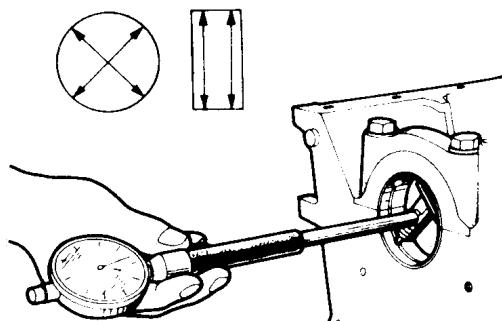
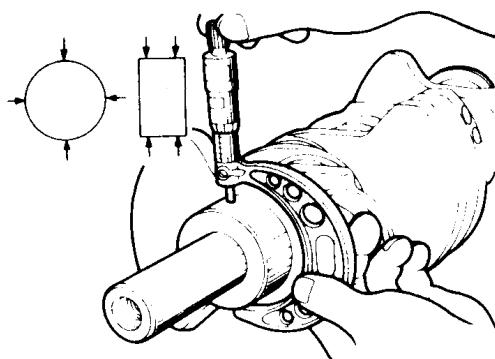

图2-103 测量曲轴主轴承内径
图2-104 测量曲轴主轴颈直径
(1) 检查曲轴主轴颈和曲柄销有无条状擦伤和卡住伤痕，如果有必要应予以更换。
(2) 测量主轴颈的外径和曲轴主轴承的内径(图2-103和图2-104)。计算出主轴承的油隙，其标准值为0.02~0.05mm，极限值为0.1mm。如果曲轴主轴承的内径和主轴颈的外径之差(油隙)超过极限值，则应更换曲轴主轴承，如有必要还应更换曲轴。当磨削曲轴，减小尺寸继续使用时，则曲轴主轴承也应换用相应减小尺寸的一种。